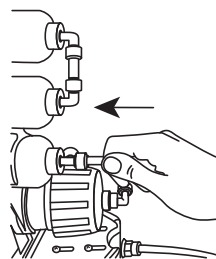

Рис. 36
- 5.9.6. Подключите трубку от накопительного бака к постфильтру согласно схеме (С – подача очищенной воды из системы в накопительный бак) (Рис. 36).